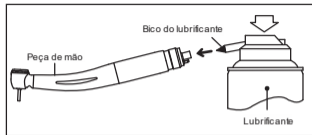

Fig. 17
- 1) ① Conexão Direta: Remova a peça de mão da mangueira.
② Engate Rápido: Desconecte a peça de mão do engate rápido.
- 3) Monte o bico do spray na entrada do lubrificante *Turbo Oil Olsen*. (Fig. 17)
- 4) Insira o bico do spray na orifício de entrada de ar da peça de mão. Segure a peça de mão e aplique o lubrificante por aproximadamente 2-3 segundos. Continue até que o lubrificante saia pela cabeça da peça de mão por pelo menos 2 segundos. (Fig. 17, 18)